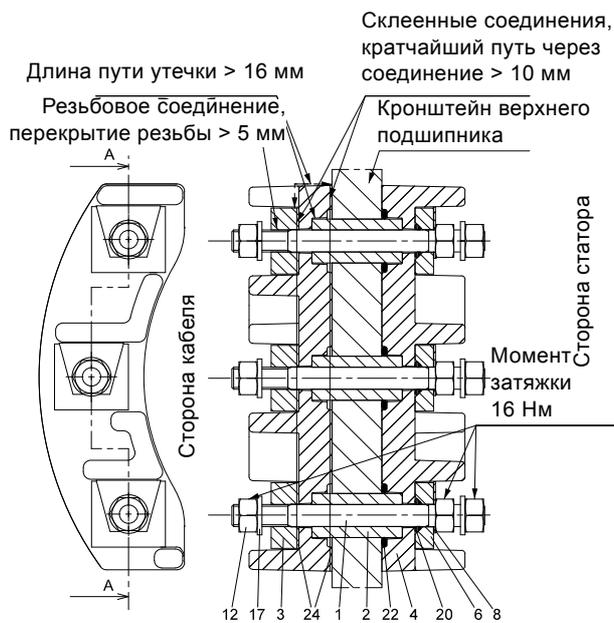

Рис. 6 Клеммная колодка во взрывозащищённом исполнении, типоразмер 72
1. Удалить латунные гайки (12) и пружинные шайбы (17). Отсоедините кабели от обеих сторон: кабеля и статора. См. рис. 6.
2. Ослабить фиксаторы латунных гаек (12) на стороне статора, согнув выступы стопорных пластин (8).
3. Снять шайбы (5), включая кольцевые уплотнения (20).
4. Удалить медные шпильки (1) вместе с шайбами (3).
5. Снять втулки (2).